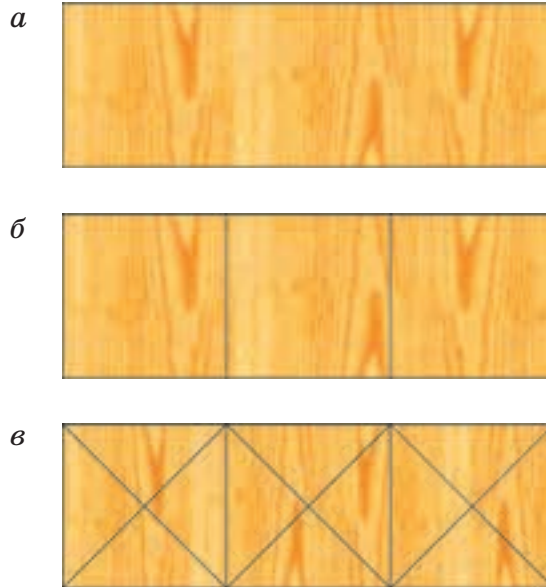

Рис. 92. Последовательность разметки заготовки для выполнения четырёхгранных выемок
1. Начерти на заготовке полосу (размеры предлагает учитель) (рис. 92, а).
2. Построй внутри полосы квадраты (рис. 92, б).
3. Проведи внутри каждого квадрата диагонали (рис. 92, в).